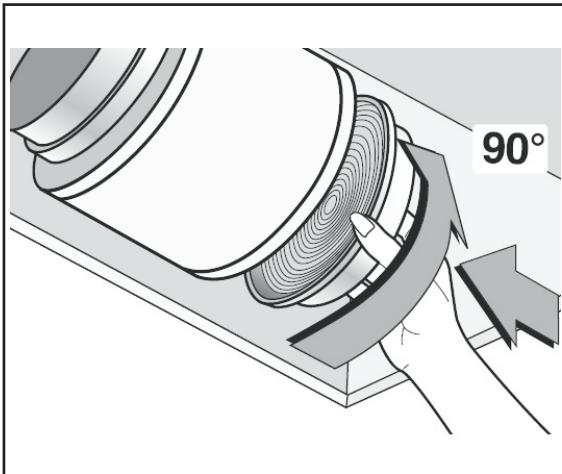

Fig.6
- Si en su instalación no dispone de agujero de descarga al exterior, deberemos solicitar al vendedor los **dos filtros de carbón activo circulares**, los cuales son contemplados como accesorio y no están incluidos de serie. Para el montaje de los mismos, véase (**Fig.6**).